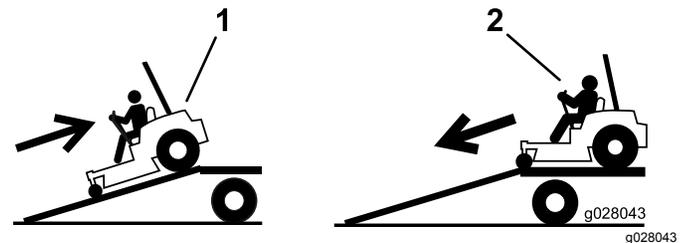

Bild 45
2. Fahren Sie die Maschine vorwärts von der Rampe herunter (Bild 45).